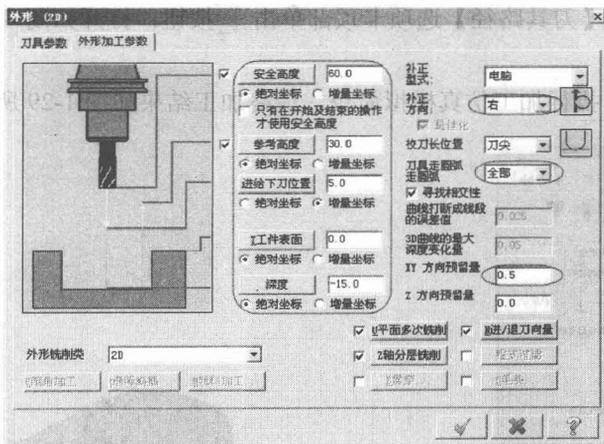

图 1-23 【外形加工参数】选项卡
(4) 选择【外形加工参数】选项卡，按照图 1-23 所示设置参数。